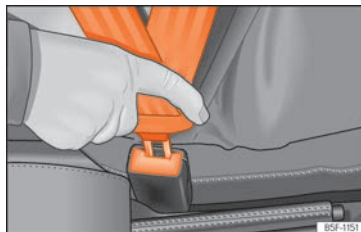

Fig. 10 Inserir a lingueta do cinto de segurança no fecho correspondente.
- Encaixe a lingueta no fecho do respetivo banco » » Fig. 10.